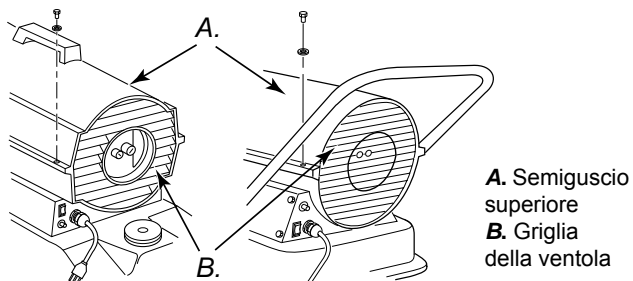

Figure 7-8 – Rimozione del semiguscio.
1. Rimuovere il semiguscio superiore e la griglia di prot. (fig. 7-8).
1. Rimuovere il semiguscio superiore e la griglia di prot.(fig.7-8).
1. Rimuovere il semiguscio superiore (vedi fig. 7-8).
1. Rimuovere il semiguscio superiore (vedi fig.7-8).
13. Riposizionare la protezione della ventola e il semiguscio superiore (vedi fig. 7-8).